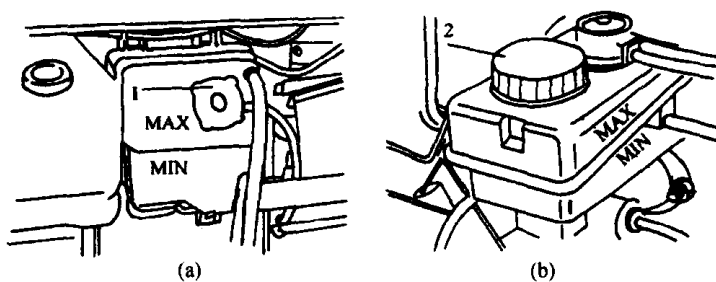

图 1-4 检查冷却液液位和制动液液位
(2) 检查冷却液液位,其液面必须在 MAX 和 MIN 两标记之间。如果需要,通过加液口 1 添加冷却液,如图 1-4(a)所示。
(3) 检查风窗清洗液面,用水和 DPI 的混合液注满,检查管路是否堵塞,必要时用针捅通
(4) 检查制动液液位,如图 1-4(b)所示,液面应在 MAX 与 MIN 两标记之间。